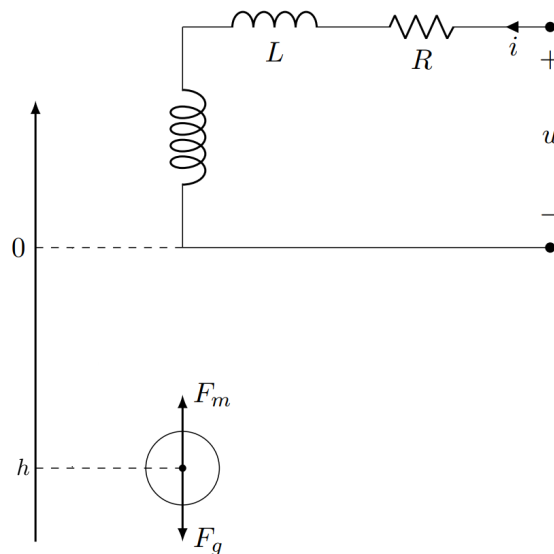

FIGURE 2 – Schéma d'un système de lévitation magnétique.
Nous traiterons dans ce devoir un problème plus simple et de nature légèrement différente, illustrant cependant la difficulté des systèmes à lévitation magnétique, à savoir la stabilisation de la position d'une boule métallique suspendue à l'aide d'une force magnétique F_m (Fig. 2 et vidéo Lévitation Magnétique).
- (a) [1 point] Donnez le modèle d'état du système (u est la tension sur la Fig. 2), sous la forme